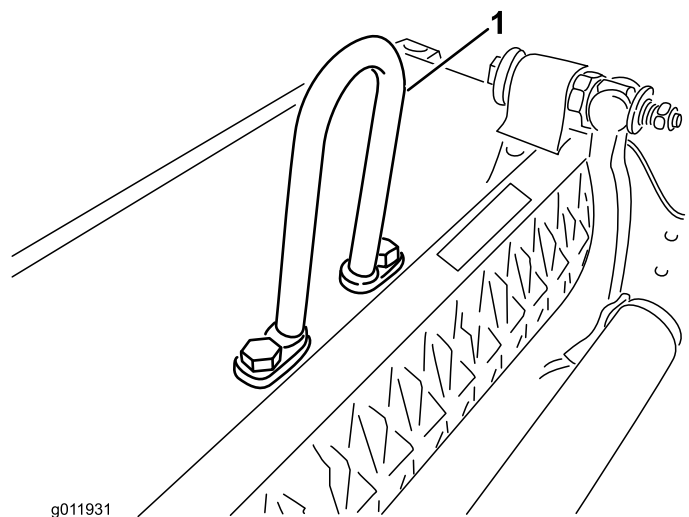

Figura 5
- Pentru unităile de traciune Greensmaster 3000, 3000-D, 3050, 3100, 3150 i 3150-Q este necesar un **cârlig de articulaie** (Piesă nr. 105-5740), aa cum se arată în Figura 5 (este furnizat împreună cu unităile de traciune Greensmaster de mai sus).